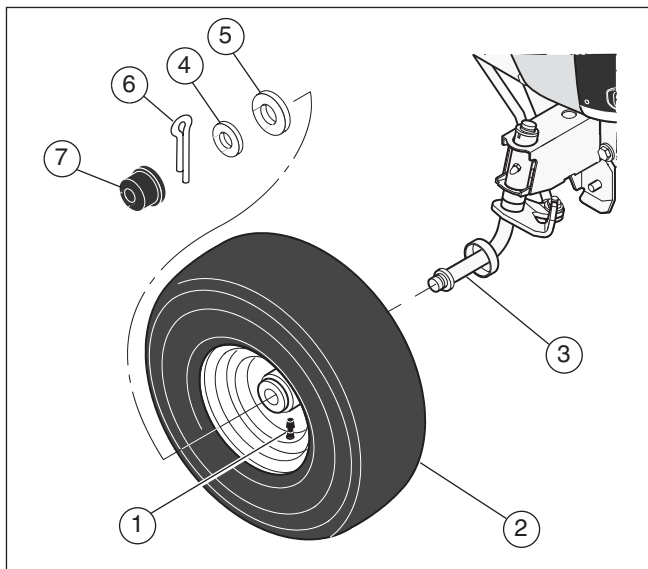

Figure 1
1. Assurez-vous que la tige de soupape (1) soit dirigée vers l'extérieur (voir **Figure 1**).
2. Glissez la roue avant (2) sur l'axe (3).
3. Fixez la roue avant (2) avec des rondelles (4 et 5) et une goupille fendue (6). Recourbez les extrémités de la goupille fendue en les séparant pour maintenir la roue avant sur l'axe.
4. Si votre modèle comporte des enjoliveurs de roue (7), installez les enjoliveurs de roue. Assurez-vous que les rondelles maintiennent en place les enjoliveurs de roue.
1. Relever le support de siège (voir la **Figure 1**).